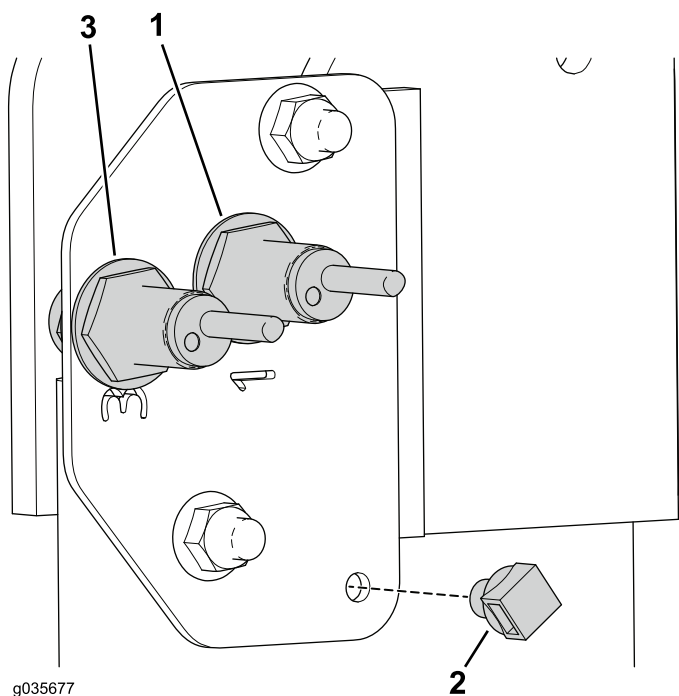
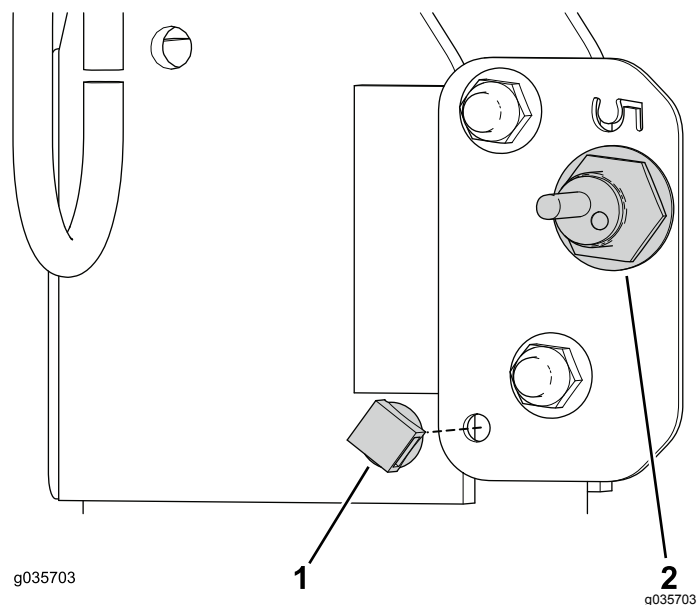

Figure 23
Figure 24
5. Branchez le faisceau de câblage au capteur de proximité approprié (Figure 23 et Figure 24).
6. Installez les clips de serre-câbles sur les plaques de capteurs droite et gauche (Figure 23 et Figure 24).
7. Insérez les serre-câbles dans le clip et autour des connecteurs du faisceau de câblage pour le fixer à la plaque de capteurs (Figure 23 et Figure 24).